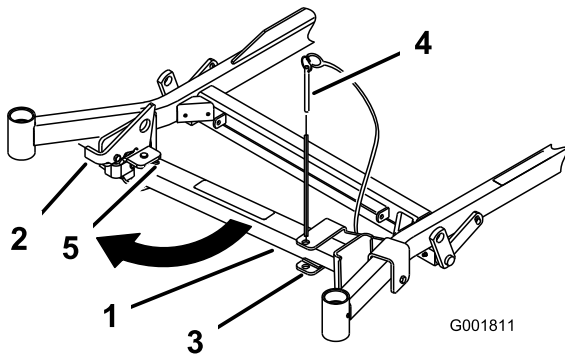
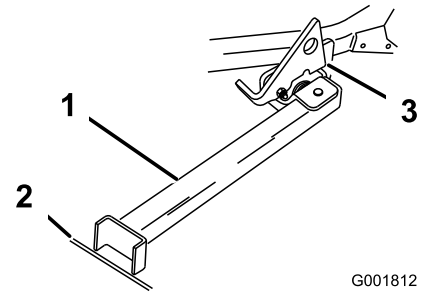

Figura 34
Figura 35
2. Retire el pasador del soporte (Figura 34).
3. Levante el enganche. Gire el pie del soporte hacia adelante, y deslice el soporte hacia la máquina, hasta que encaje en la parte de abajo de la ranura (Figura 34 y Figura 35).
6. Ponga el pie del soporte en el suelo con el enganche descansando sobre la pestaña de giro (Figura 35).
Nota: Para obtener los mejores resultados, coloque el pie del soporte en una ranura de la acera o en el césped (Figura 35).
8. Conduzca la máquina sobre el soporte. Pare cuando el enganche caiga por encima de la pestaña a la posición bloqueada (Figura 35). Una vez que esté sobre el soporte, ponga el freno de estacionamiento y apague el motor.
7. Ponga el soporte de nuevo en su posición de descanso (Figura 34).